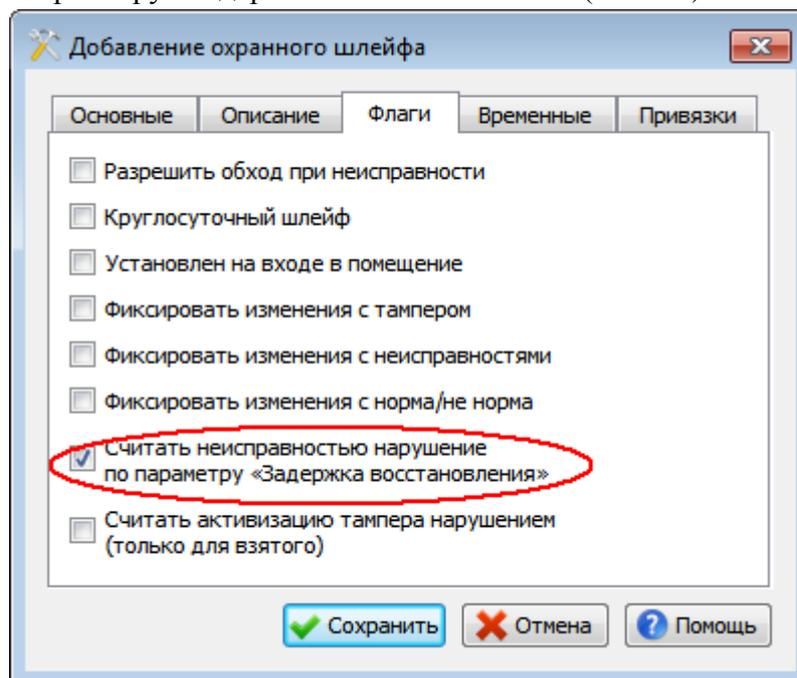

Рис. 65
- Откройте вкладку «Флаги» и установите флаг «Считать неисправностью нарушение по параметру «Задержка восстановления»» (Рис. 65).